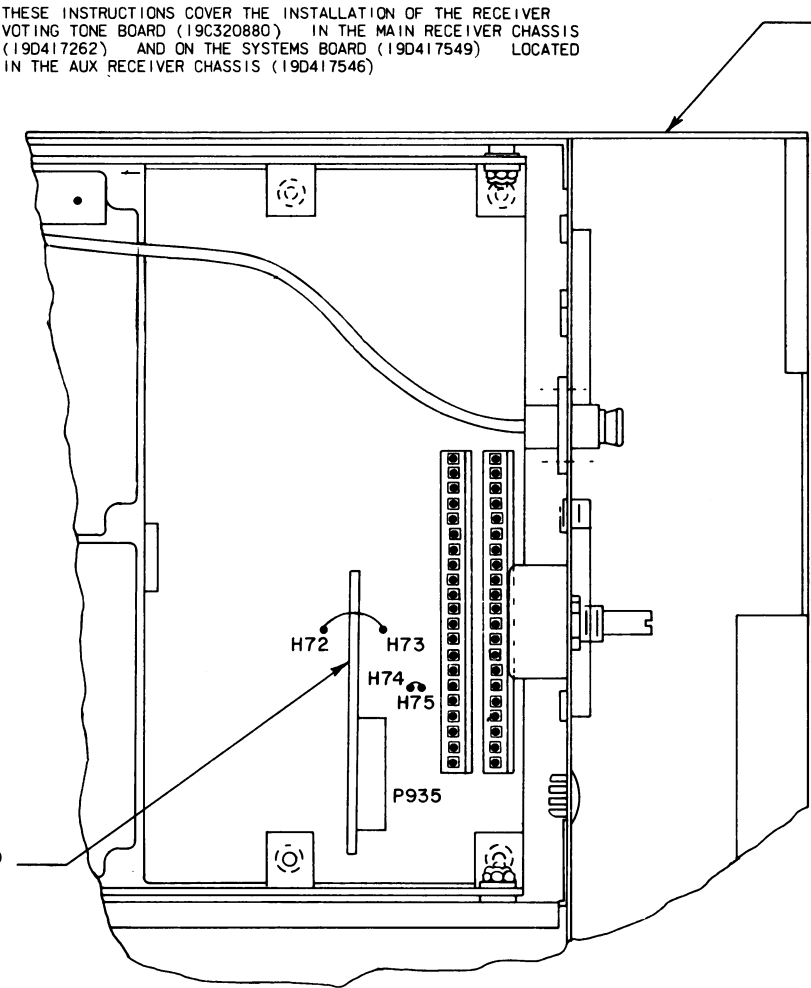

FIG. 2
- C) PLUG IN RECEIVER VOTING TONE BOARD AT P935 AS SHOWN IN FIG. 2.